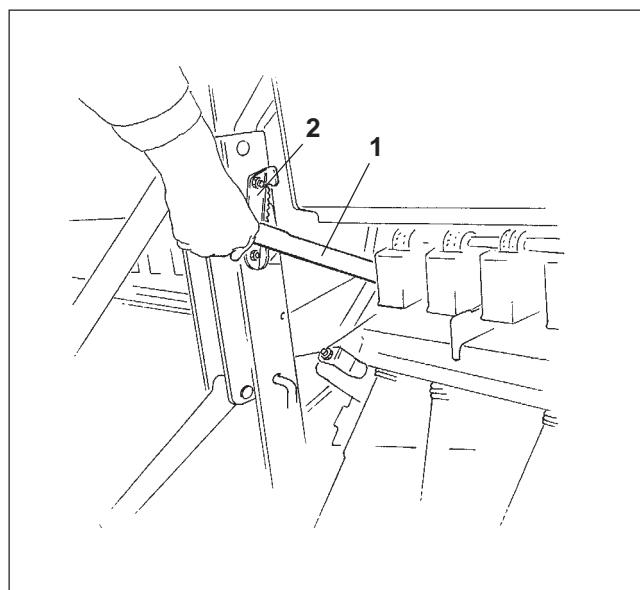

Рис. 7.8
- **D8-45 SUPER.** Рычаг регулировки клапана высевной коробки (Рис. 7.8/1) располагается на задней стороне сеялки, по центру.
Рычаг регулировки клапана высевной коробки может устанавливаться в храповике (Рис. 7.8/2) в 8 позиций.